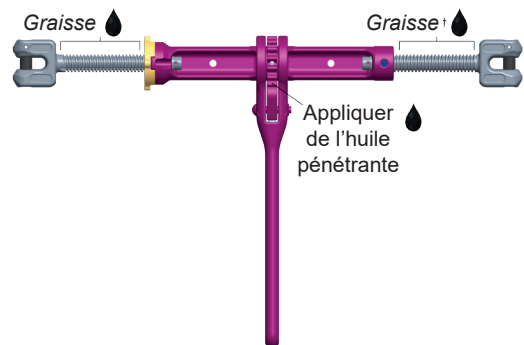

Fig. 7: Lubrification du ICE-CURT-GAKO
- 2 Lubrifiez le ICE-CURT-(K)-GAKO au niveau des points de lubrification indiqués (Fig. 7).